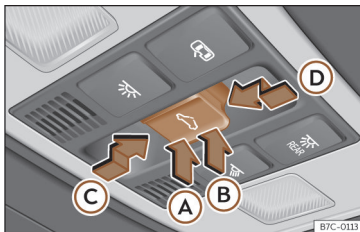

Fig. 61 Sur le revêtement intérieur du toit : touche du toit ouvrant.
La touche <>>> fig. 61 a deux niveaux. Le premier niveau permet de situer le toit en position déflectrice, d'ouvrir ou fermer entièrement ou partiellement le toit ouvrant.
- Dans les 5 secondes environ après l'activation de la fonction anti-pincement, appuyez sur la touche ⇐ >>> **fig. 61** jusqu'au deuxième niveau dans le sens de la flèche Ⓧ jusqu'à ce que le toit soit complètement fermé.